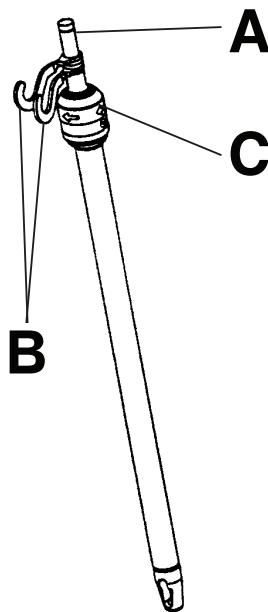

Figure 21 – Support de perfusion en deux parties
2. Pour éléver la hauteur du support, tirer sur la partie télescopique (A) du support jusqu'à ce qu'il s'enclenche en position complètement élevée (Figure 21).
3. Faire pivoter les crochets de suspension des poches de perfusion (B) à la position voulue et suspendre les poches (Figure 21).
4. Pour abaisser le support, tourner le verrou (C) dans le sens horaire jusqu'à ce que la partie télescopique (A) s'abaisse dans le tube du bas (Figure 21).